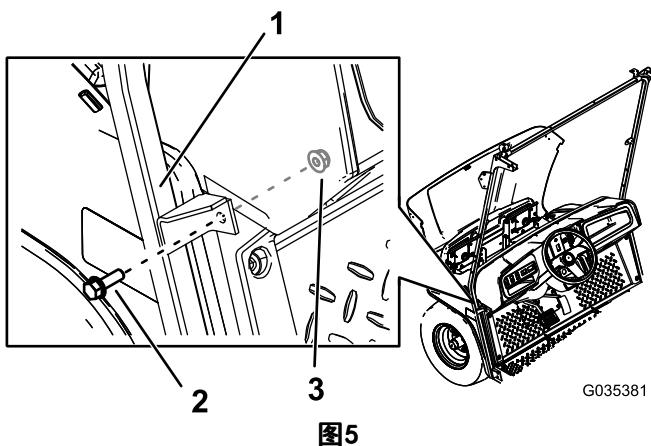

图5
4. 用2个六角凸缘螺栓(5/16 x 1英寸)和2个螺母(5/16英寸)将风挡支撑的中间支架固定到机器上钻出的孔内(图5)。